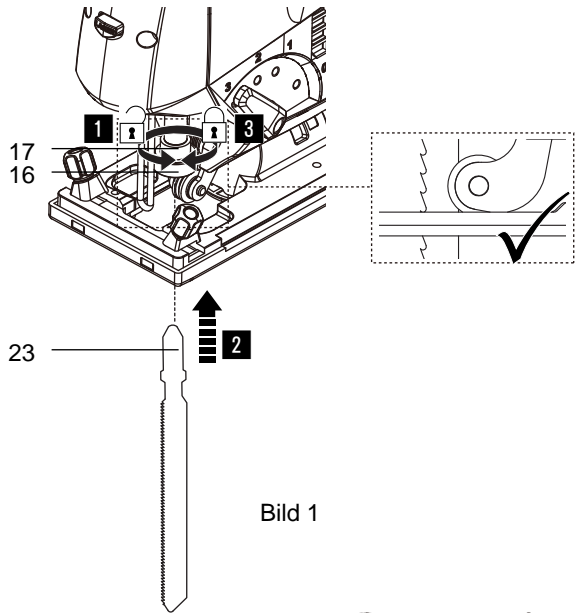

Bild 1
2. Vrid verktygshållarringen (17) moturs och ta bort sågbladet (23) (om ett redan är monterat) (bild 1, steg 1).
3. Sätt hårt in önskat sågblad (23) i verktygshållaren (16) (bild 1, steg 2) och frigör sedan försiktigt verktygshållarringen (17) (bild 1, steg 3). Se till att bladets kant ligger korrekt mot bladstyrskenan (15).
4. Dra i sågbladet (23) för att testa att det sitter ordentligt på plats. Det ska inte vara möjligt att dra ut det.